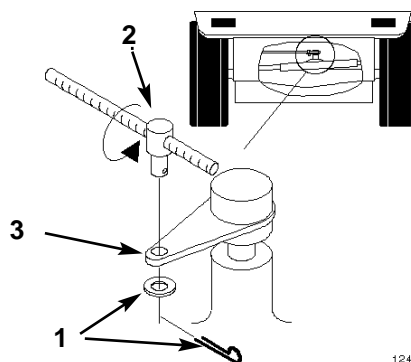

Fig. 28
La leva del freno è situata sopra l'asse di trasmissione (Fig. 28). Se il freno a mano non tiene con sicurezza è necessario regolarlo.
3. Per mettere a punto il freno, togliete la coppiglia e la rondella dalla leva del freno (Fig. 28).
4. Girate la traversa d'attacco in modo che scorra agevolmente nella leva del freno (Fig. 28).
la rondella e la coppiglia (Fig. 28).